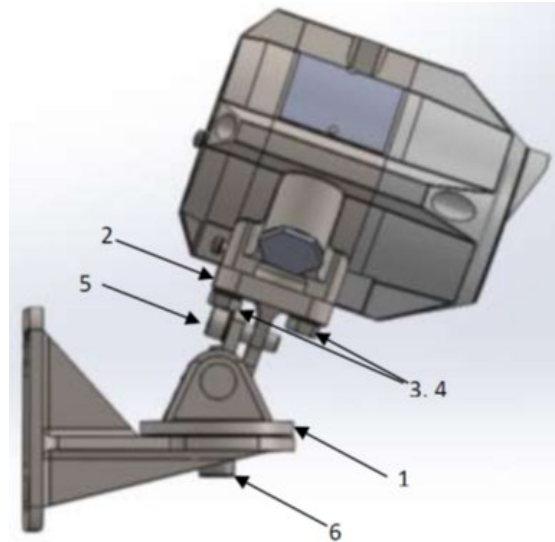

Figure 15 : Détecteur sur support inclinable – Vue latérale
- a) Placer le détecteur, avec ses entrées de câble/conduit orientées vers le bas, sur la plaque de maintien de la rotule ( 2, Figure 15).
- c) Desserrez les vis de verrouillage ( 5 et 6, Figure 15) de manière à vous permettre de faire pivoter le détecteur.